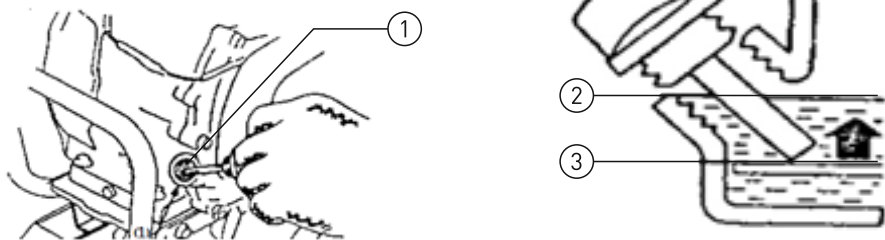

Рис.2
- Открутите крышку маслозаливного отверстия и тщательно вытрите встроенный в нее щуп (см. рис.2).